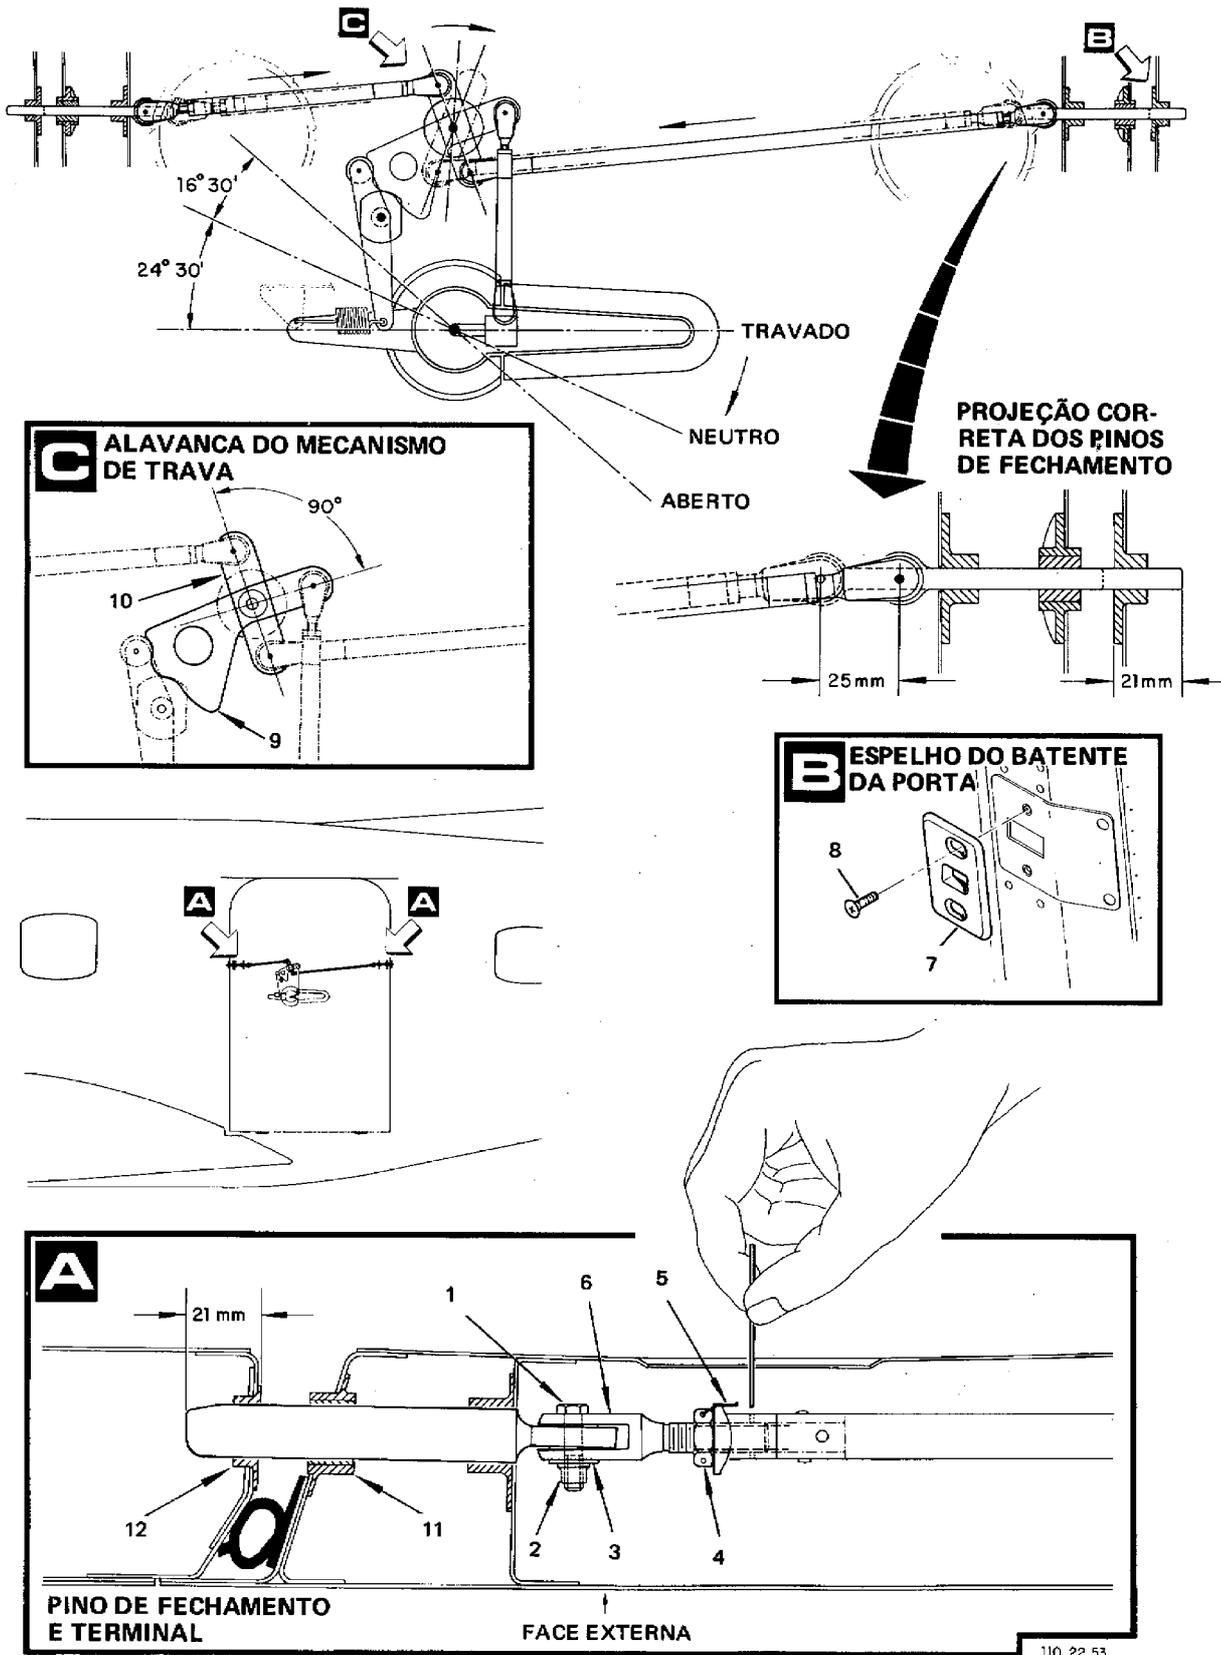

Figura 7-6. Regulação dos Pinos de Fechamento da Porta Principal
7-49. REGULAGEM DOS PINOS DE FECHAMENTO DA PORTA PRINCIPAL (figura 7-6)
1. Obtenha acesso ao mecanismo de trava da porta principal e verifique se as alavancas (9) e (10) formam um ângulo de 90° como indicado na figura 7-6 (detalhe C).
3. Retire as porcas (2), as arruelas (3) e os parafusos (1) (veja o detalhe A da figura 7-6).
4. Remova os arames de freio (5) e solte as porcas (4).
5. Gire os terminais (6) o necessário para conseguir a projeção correta dos pinos de fechamento.
8. Coloque os parafusos (1), as arruelas (3) e as porcas (2).
9. Verifique a parte regulável (7) dos espelhos do batente da porta, certificando-se de que esteja devidamente presa ao batente pelos parafusos de fixação (8) (veja o detalhe B da figura 7-6).